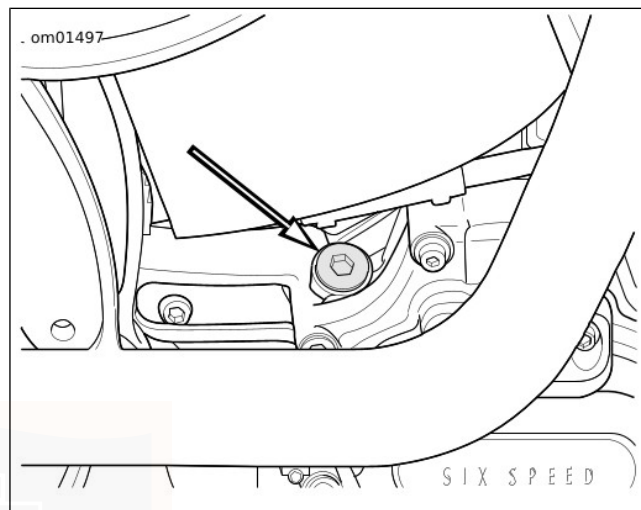

Abbildung 31. Lage des Getriebeeinfüllverschlussstopfens/Ölmesstabs
2. Siehe Abbildung 31. Ölmesstab für Getriebeschmiermittel entfernen. Den Ölmesstab sauber wischen.
1. Siehe Abbildung 31. Den Getriebeeinfüllverschlussstopfen/Ölmessstab entfernen.